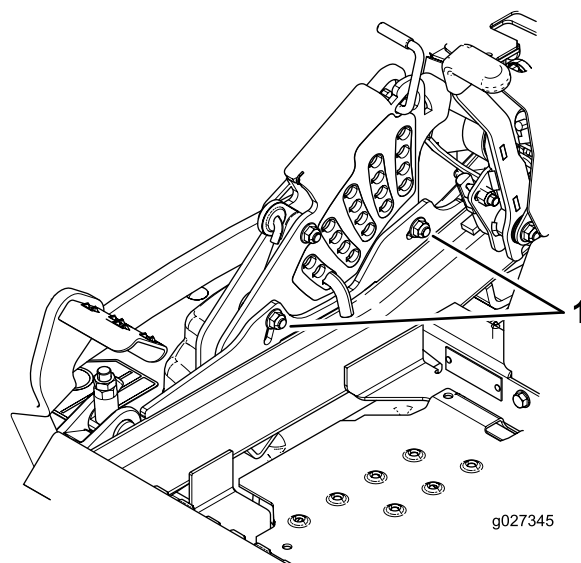

Figure 127
11. Pour régler le système monopoint, desserrez les 2 boulons au bas de la plaque de hauteur de coupe (Figure 127).
13. Serrez les 2 boulons au bas de la plaque de hauteur de coupe (Figure 127).